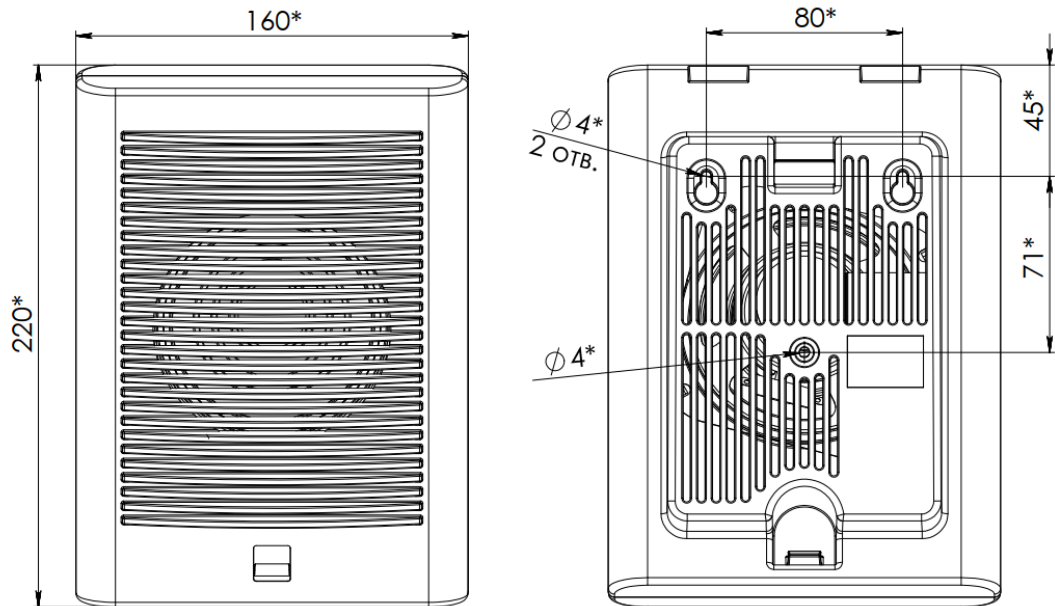
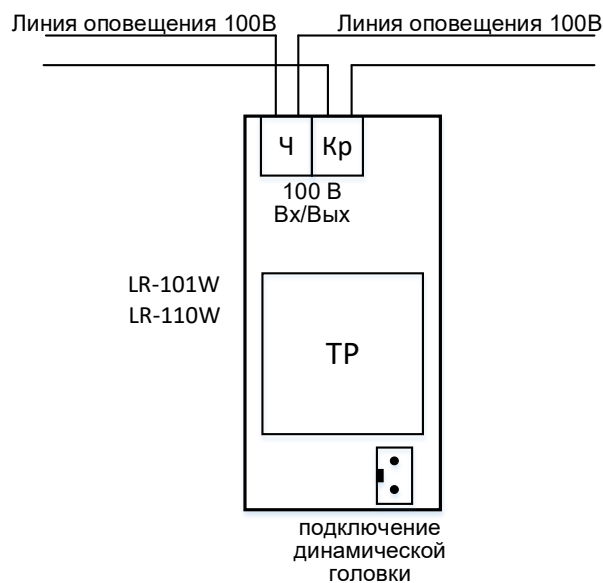

Рис.2. Габаритные и установочные размеры оповещателя
Рис.3. Схема подключения оповещателей LR-101W и LR-110W.
2.1.2. Габаритные и установочные размеры оповещателя представлены на рис.2, схемы подключения на рис.3.
- завести провода линии оповещения внутрь корпуса и подключить их к клеммам согласно схеме на рис.3, соблюдая принятую в линии полярность;